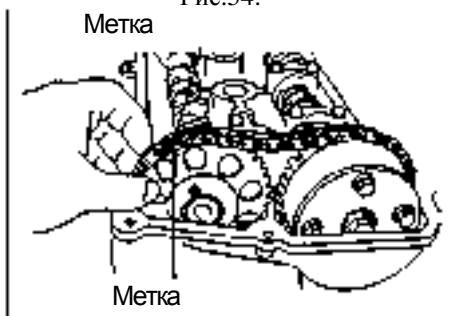

Рис.54.
- (o) Совместите установочную метку цепи с меткой звездочки распределала и установите выпускной распределал в головке блока цилиндров (см.рис.54).